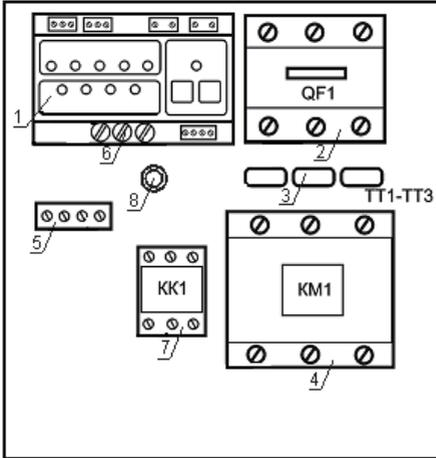

Рис. 1
3.1 Станция смонтирована в металлическом или пластмассовом ящике навесного исполнения с откидной дверцей. Внутри корпуса (рис. 1) установлены модуль контроллера 1, автоматический выключатель 2, датчики тока 3, пускатель 4, клеммный блок 5, в станциях с пускателями четвертой и выше величины установлено промежуточное реле 7, модуль контроллера имеет регуляторы токовой защиты 6 для каждой фазы. Защита электронных узлов от импульсных перенапряжений в сети при удаленных ударах молнии в линию электропередачи осуществляется встроенным варистором и предохранителем 8. Защиту электронасоса от грозовых перенапряжений, а также от прямых ударов молнии станция не осуществляет, для этого должны быть предусмотрены соответствующие молниеотводы и энергоемкие разрядники в цепи электроснабжения.